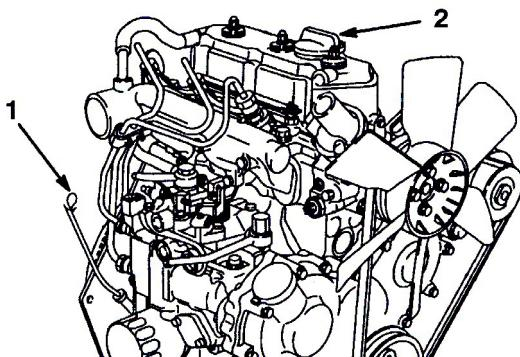

図23
2. ディップスティックを抜き、ウェスできれいに拭う (図23)。ディップスティックを、首の根元までもう一度しっかりと差し込む。首から引き抜いて油量を点検する。油量が足りなければ、バルブ・カバーについている補給口のキャップを取り、ディップスティックの FULLマークまでゆっくり補給する。オイルは、ディップスティックで量を確認しながらゆっくりと入れること。入れすぎはよくない。